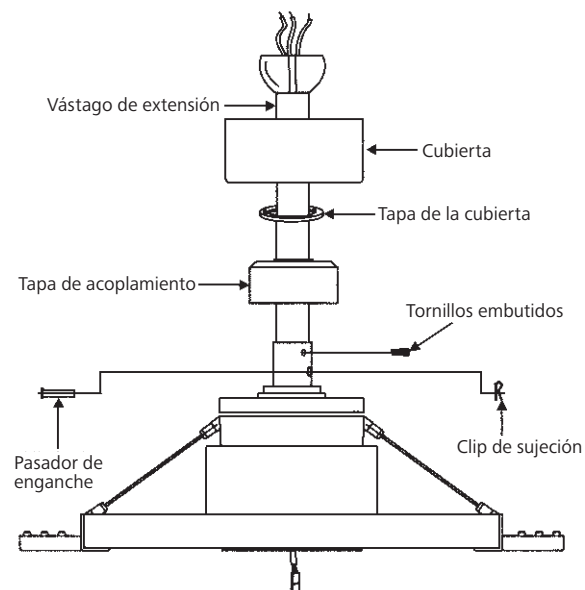

Fig. 10
**Paso 8.** Deslice la tapa de acoplamiento, la tapa de la cubierta y la cubierta sobre el vástago de extensión. (Fig. 10)